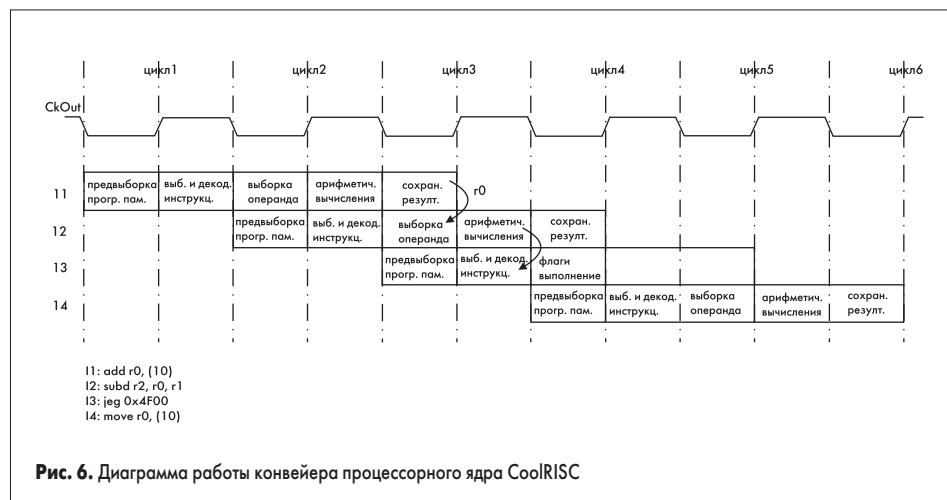

Рис. 6. Диаграмма работы конвейера процессорного ядра CoolRISC
- *Трехступенчатый конвейер команд*. В течение каждого машинного цикла на конвейер поступает одна команда, которая выполняется максимум за три машинных цикла. Таким образом, производительность ядра — 1 инструкция за 1 машинный цикл. Диаграмма работы конвейера приведена на рис. 6.